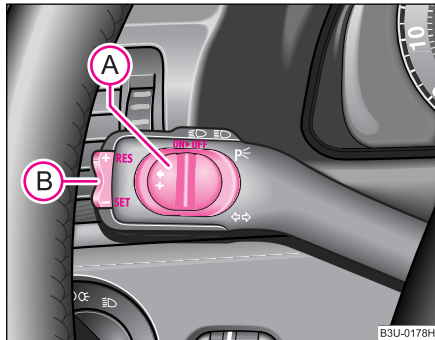

Fig. 112 Maneta:
- Deplasați comutatorul **(A)** ♥ fig. 112 în poziția **ON**.
- Viteza memorată poate fi **mărită** fără acționarea pedalei de accelerație, apăsând tasta **(B)** ♥ fig. 112 în poziția **RES**.
- Sistemul de viteză de croazieră se poate deconecta și prin deplasarea comutatorului **(A)** ♥ pagina 123, fig. 112 spre dreapta - în poziția intermediară, înainte de **OFF**. Comutatorul revine apoi pe poziția **ON**.
Reluarea vitezei memorate are loc după eliberarea pedalei de frână sau de ambreiaj; la autovehiculele cu cutie de viteze automată numai după eliberarea pedalei de frână și după apăsarea scurtă a tastei **(B)** ♥ pagina 123, fig. 112 în poziția **RES**.
- Deplasați comutatorul **(A)** ♥ pagina 123, fig. 112 în poziția **OFF**, spre dreapta, până la limită. ■